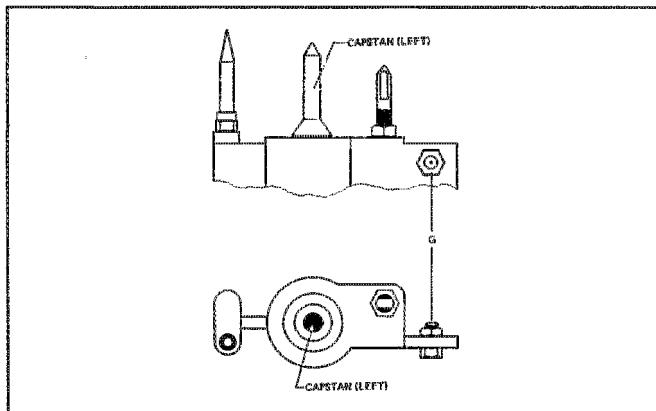

Fig. 3.4
- werden die Gewindestifte neu eingestellt muss anschliessend die Zentrierschraube [G] (Fig. 3.4) im Doppelcapstanträger gelöst werden.